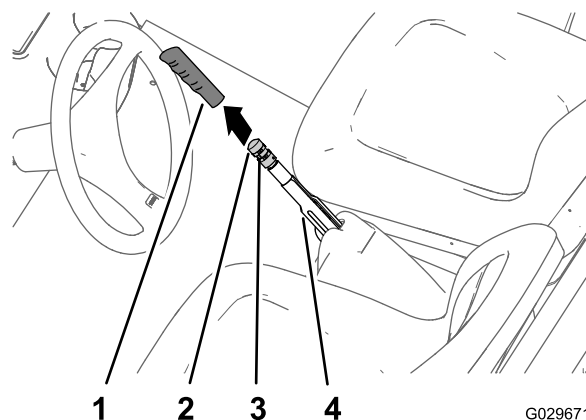

図 67
1. 駐車ブレーキレバーのグリップを外す **図 67**。
2. 駐車ブレーキレバーに調整ノブを固定している固定ねじをゆるめる **図 67**。
3. ブレーキを掛けるのに必要な力が 133-156 N 13.6-15.9 kgf = 30-35 lbfとなるようにノブを回して調整する **図 67**。
4. 固定ねじを締め、ゴム製グリップを取り付ける **図 67**。
1. 駐車ブレーキレバーのグリップを外す 図 67。
2. 駐車ブレーキレバーに調整ノブを固定している固定ねじをゆるめ 図 67、駐車ブレーキを解除して、ブレーキ調整ノブをゆるめる。
5. ブレーキを掛けるのに必要な力が 133-156 N 13.6-15.9 kgf = 30-35 lbfとなるようにノブ 図 67 を回して調整する。
- C. ブレーキを掛けるのに必要な力が 133-156 N 13.6-15.9 kgf = 30-35 lbfとなるようにノブ 図 67 を回して調整する。
- 固定ねじを締め、グリップを取り付ける 図 67。